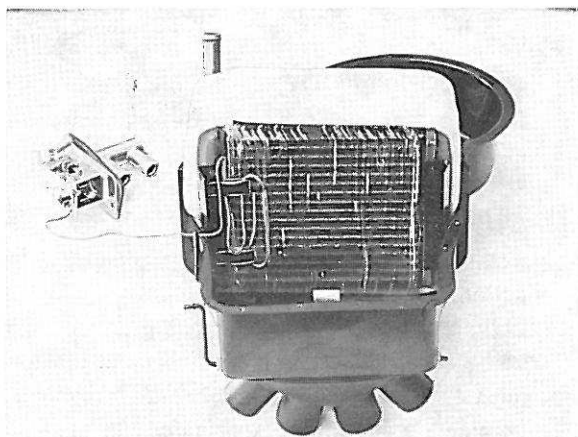

Figure 66. Disposition de la sonde thermométrique du thermostat
2. Monter la sonde thermométrique du thermostat, voir figure 66.